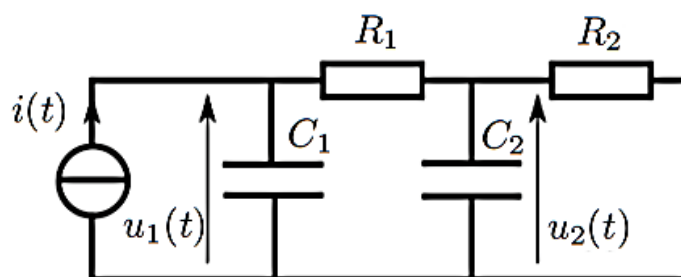

FIGURE 5 – Modèle électrique.
Dans l'approche électrique, la modélisation du système conduit au circuit électrique donné figure 5.
I.10.b. Modifier le schéma électrique de la figure 5 (p. 9) et proposer les deux montages correspondants.